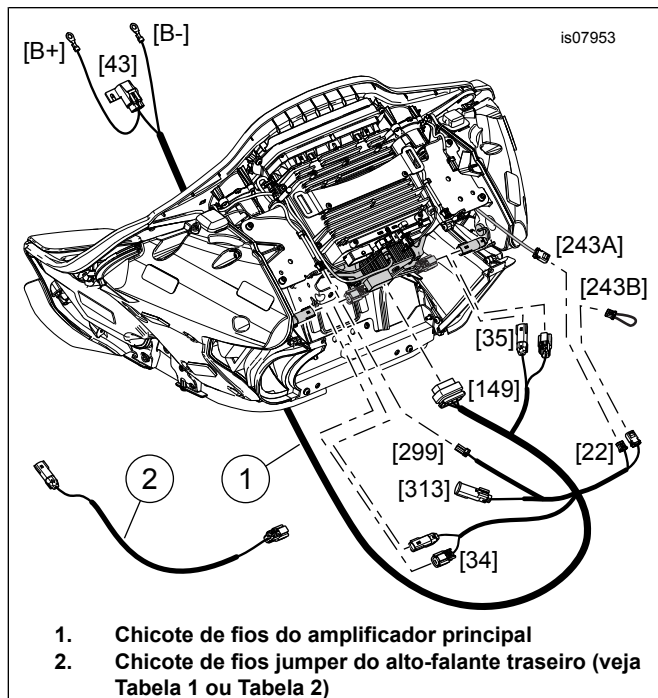

Figura 4. Conexões dos chicotes de fios
4. Veja Figura 4. Posicione o chicote de fios conforme exibido. Acople os conectores. As conexões para [34], [35], [162], [313], [299] e [22] estão detalhadas nas observações a seguir.
- O conector de 4 pinos Molex [162] fornece uma saída do canal traseiro do rádio. Usado como saída para alto-falantes nos modelos sem amplificador (veja Figura 4). Não usado com amplificador primário. Usado para ENTRADA do amplificador secundário.